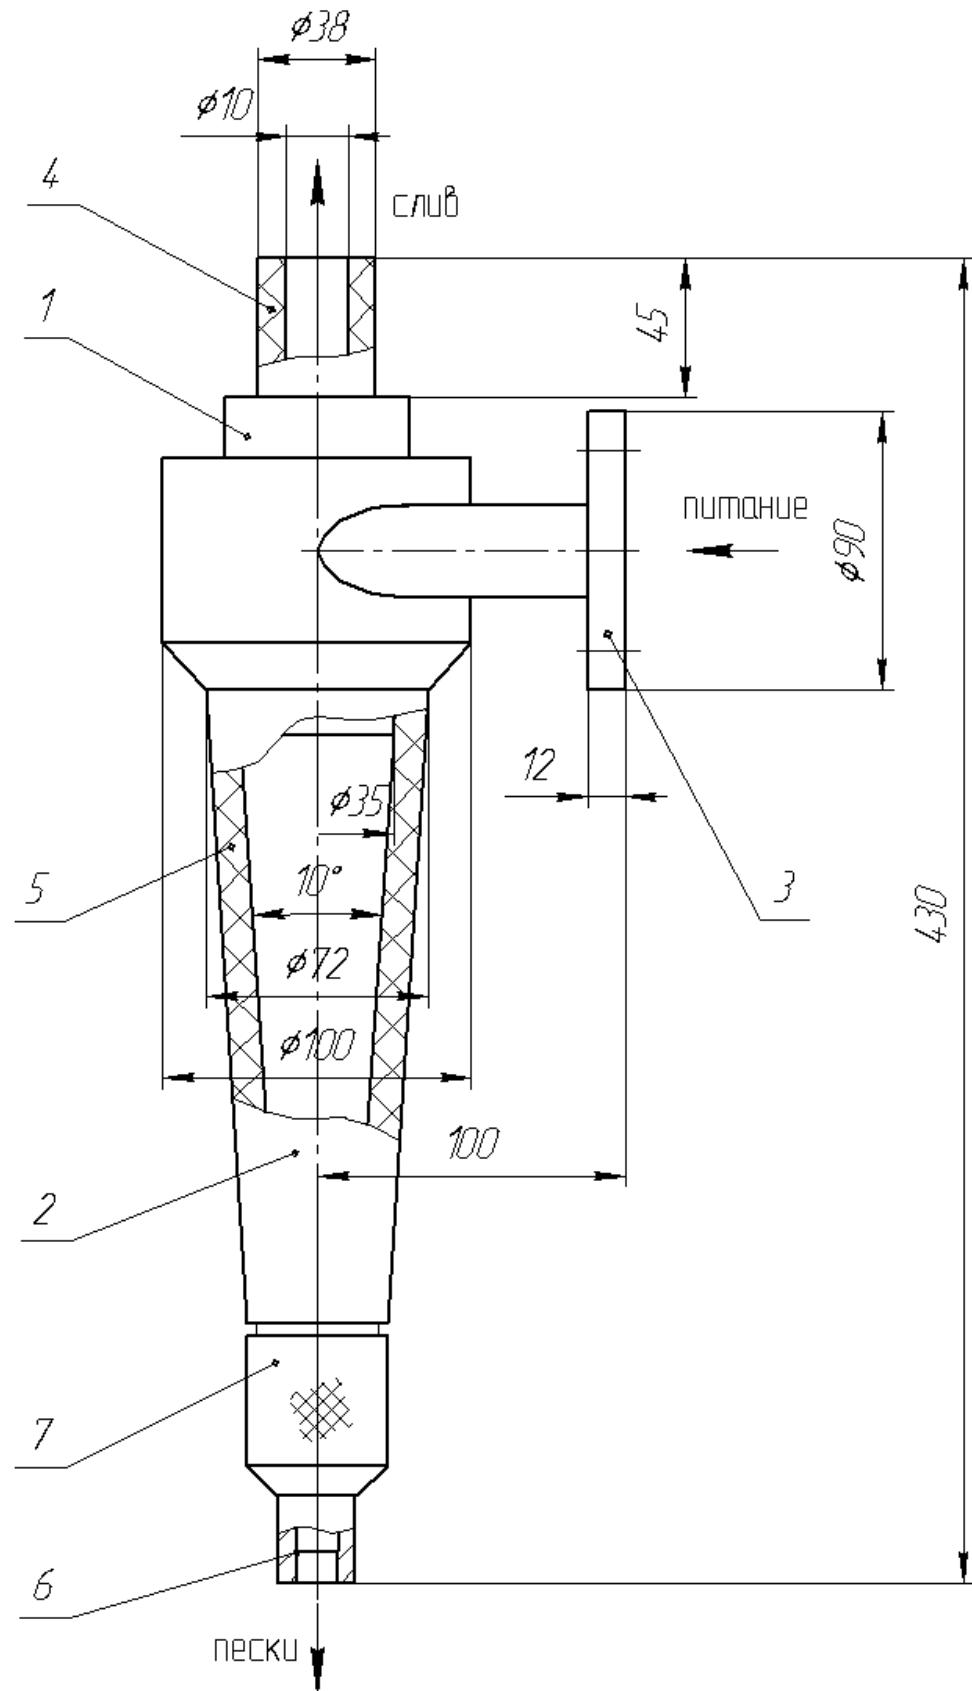

Рис. 1. Гидроциклон полиуретановый ГЦП-35
| Наименование            | Позиция на рис. 1 | Количество |
Гидроциклон (рис. 1) состоит из цилиндрической 1 и конусной частей 2.
6.6. На вершине конуса установить песковую насадку с диаметром отверстия, требуемого по условиям технологического процесса, которая крепится посредством гайки 7 (рис. 1).